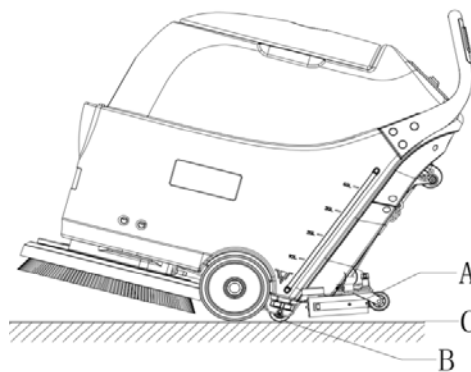

Abbildung 11
1. Lassen Sie den Sicherheitsschalter (1) los, um Bürste/Kissenhaltung zu stoppen.
2. Drücken Sie den Bürstenschalter (46), den Saugschalter (47) sowie den Netzschalter (45) in die Position "o".
4. Heben Sie die Rakel über den Rakelhebel (14) vom Boden an (A, Abbildung 11).
5. Halten Sie den Maschinenlenker (2) fest und lehnen Sie die Maschine zurück, bis die Hilfsräder (B, Abbildung 11) den Boden berühren.